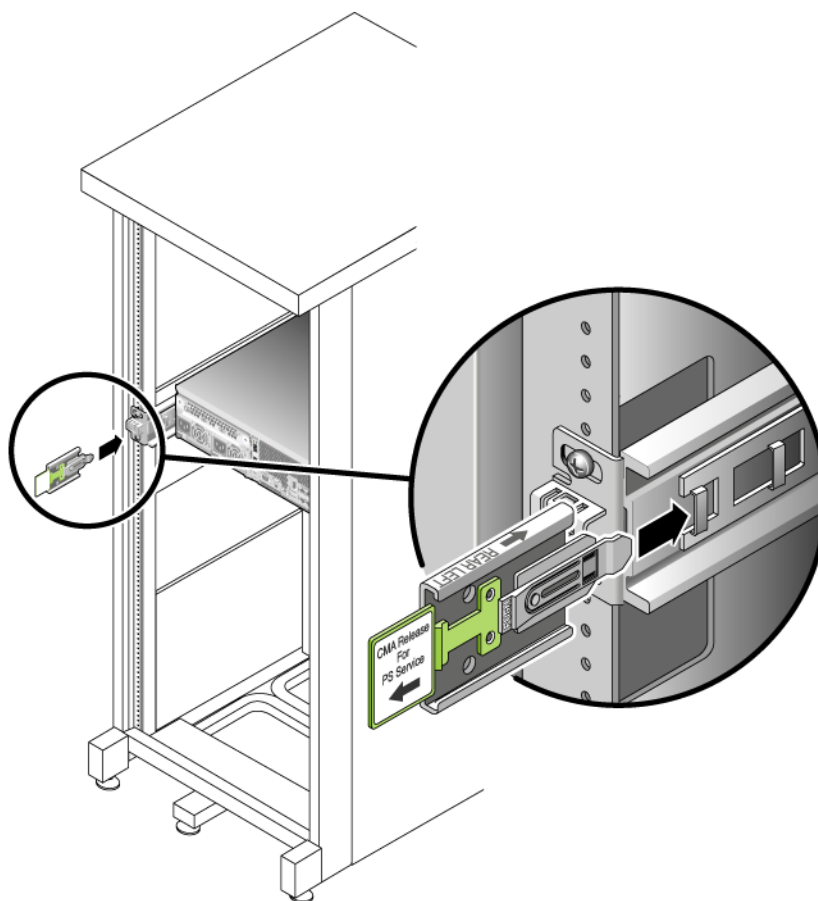

FIGURE 2-19 Insertion de l'extension du rail CMA à l'arrière du rail coulissant de gauche
1. À l'arrière du rack, encastrez l'extension du rail CMA sur l'extrémité de l'ensemble de rail coulissant gauche (FIGURE 2-19).